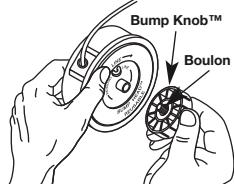

Fig. 13
**AVERTISSEMENT:** évitez tout démarrage accidentel. Tenez-vous en position de démarrage lorsque vous tirez sur la corde de démarrage (Fig. 13). L'opérateur et l'appareil doivent tous deux être en position stable pour éviter des blessures graves. Vérifiez la bonne installation de l'accessoire avant le démarrage de l'appareil.
2. Retirez le moulinet intérieur de la bobine extérieure (Fig. 13).
3. Retirez le ressort du moulinet (Fig. 13).
2. Retirez l'ancien moulinet intérieur de la bobine extérieure (Fig. 13).
3. Retirez le ressort de l'ancien moulinet intérieur (Fig. 13).